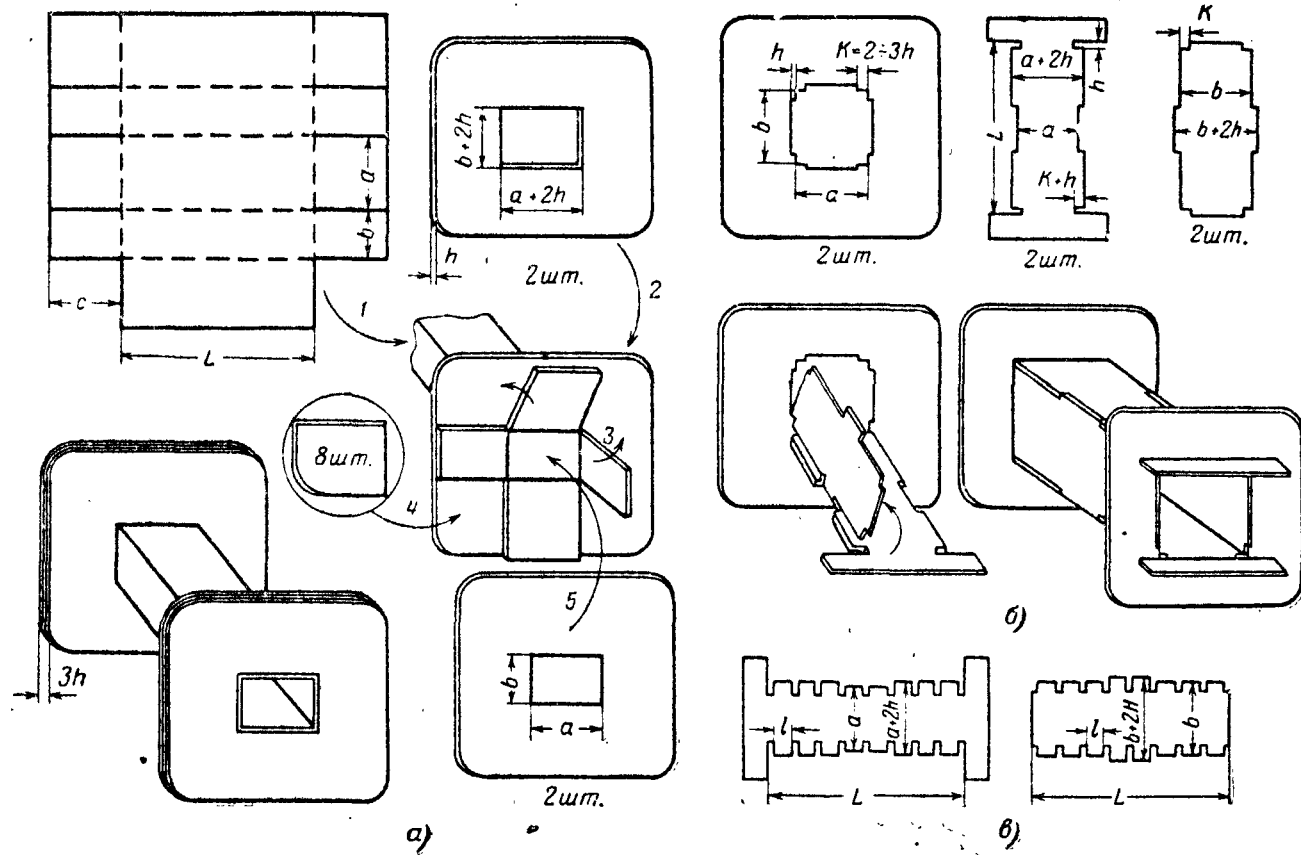

Рис. 5. Способы изготовления каркасов.
**Изготовление каркаса катушки трансформатора** не вызывает затруднений. Для этого применяют электротехнический картон, прессшпан, гетинакс, текстолит и другие листовые изоляционные материалы. Если вы делаете каркас из картона (рис. 5, а), то его можно прочно и надежно склеить клеем следующего состава: на 100 г воды добавьте 9 г силикатного клея («жидкое стекло»), 6 г картофельной муки и 1 г сахара. Смесь подогрейте и перемешивайте до получения густоты сметаны.
Для ТВК, ТВЗ и дросселей фильтра лучше всего изготовить разборный каркас, внешний вид и процесс сборки которого приведены на рис. 5, б. С увеличением размера трансформатора толщину щечек каркаса делайте больше, склеивая прессшпан в три-четыре слоя.
Каркас высоковольтных катушек ТВС должен быть секционным, т. е. иметь разделительные щечки. Это уменьшит межвитковую емкость трансформатора и вероятность пробоя и улучшит эксплуатационные показатели изготовленного трансформатора. В качестве примера на рис. 5, в приведен чертеж для вырезки основания восьмисекционного каркаса. Щечки для него и процесс сборки такие же, как и у разборного каркаса (рис. 5, б). Установку щечек каркаса производят одновременно.